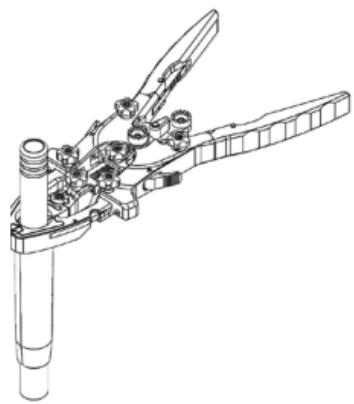

Figura 8
- Deslice las hojas del retractor alrededor del **introductor negro** (ML-0518); después, deslice el retractor en el **dilatador de 18 mm** (figura 8). El introductor ayudará a colocar el retractor suavemente sobre el **dilatador de 18 mm**. Una vez que las hojas están acopladas sobre el **dilatador de 18 mm**, se puede quitar el **introductor negro**.